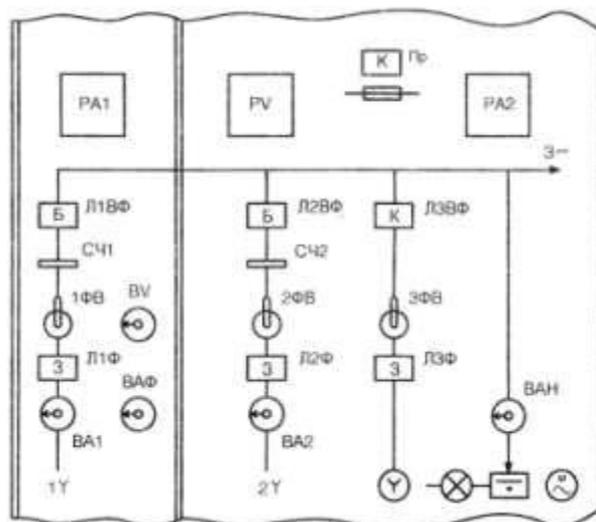

Рисунок 1. Мнемосхема разводки питания панели ПВ-ЭЦК
7.2.4. Для удобства обслуживания на лицевой стороне дверей панели ПВ-ЭЦК имеется мнемосхема разводки питания (рисунок 1), в соответствующих местах которой установлены контрольные лампочки, тумблеры и переключатели измерительных приборов.